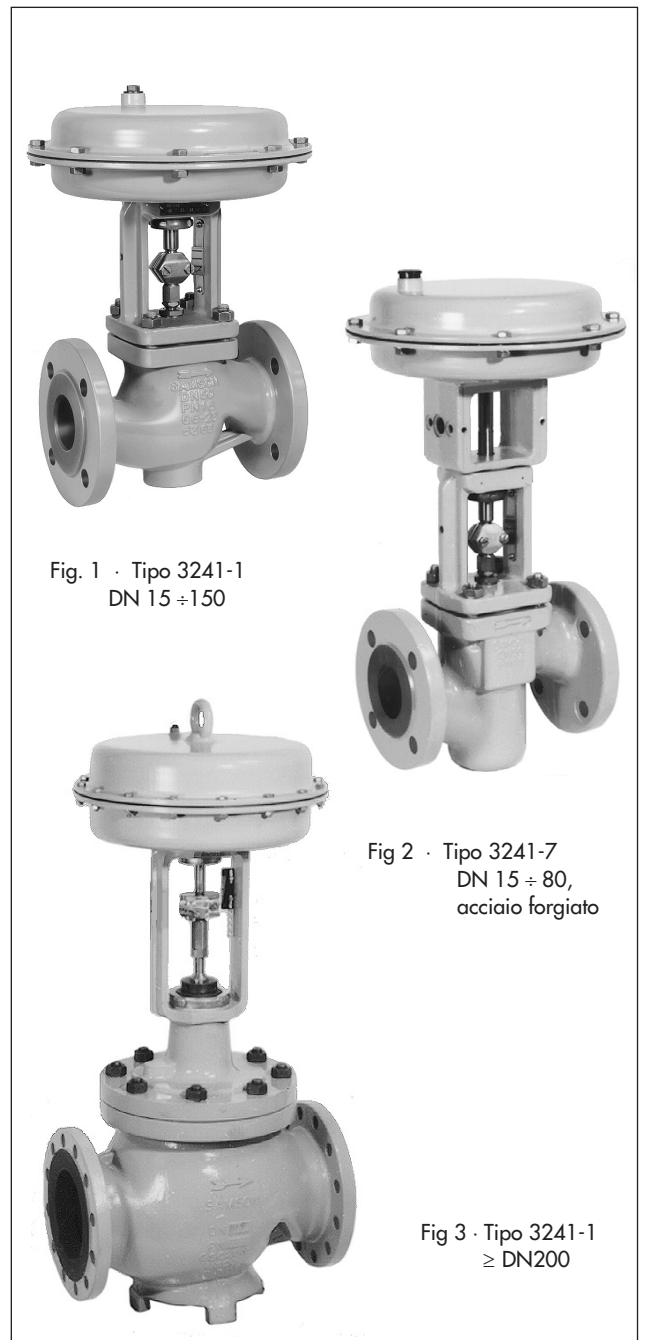

Fig. 1 · Tipo 3241-1
- **Tipo 3241-1** (fig. 1 e 3) · DN 15 ÷ 300 con attuatore pneumatico Tipo 3271 (vedi T 8310-1/-2)